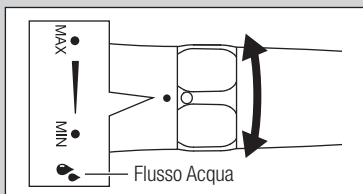

Fig. 8
- La quantità di polvere può essere regolata attraverso l'anello di regolazione del flusso (Fig. 8). Di norma, impostare su Min durante l'utilizzo e regolare controllando il getto e la condizione del paziente.